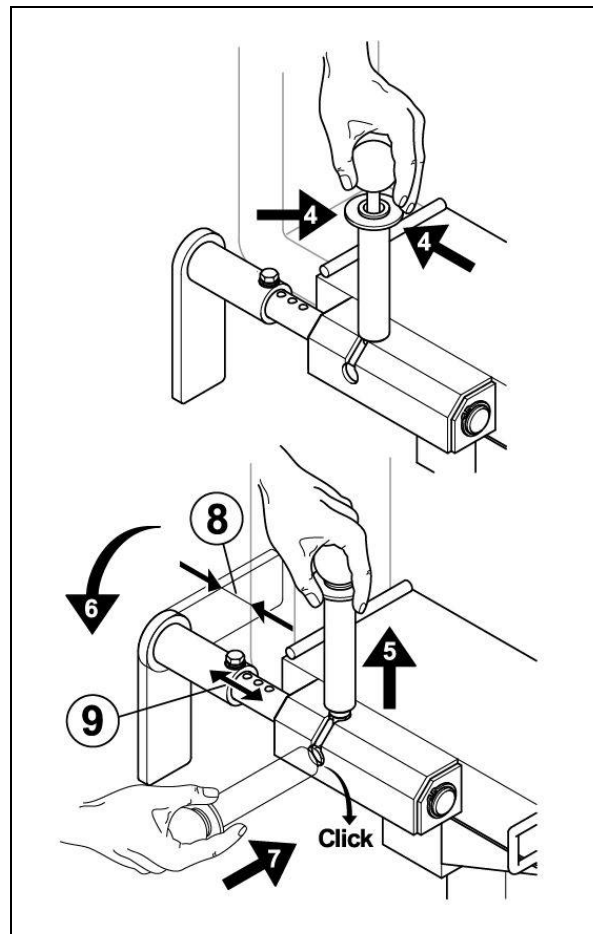

Fig. 4.5
- Abstand (1) der Gabelzinken vor dem Einfahren am Trägerfahrzeug einstellen!
- Verriegelungshaken müssen zum Boden zeigen (2).
- Gabelzinken in die Aufnahme einführen (3).
- Verriegelungshaken versetzen (Fig. 4.5) Schritte (Pfeile) 4 – 7 durchführen.